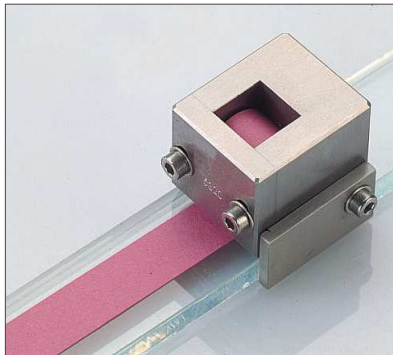

Abbildung 2. Aufbringen der Beschichtung mit Elcometer 3505
4. Applizieren Sie den Beschichtungsstoff auf den verwendeten Musterträger (z.B. den optiona erhältlichen Glasstreifen) durch Verwendung eines Aufziehwürfels wie dem Elcometer 3505 Cube Film Applicator^a (Abb. 2).